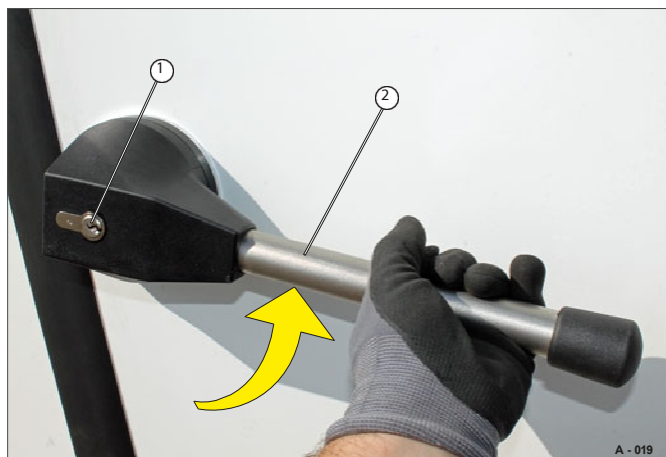

Fig. 19 Lås upp låset till vridspaken
- Dra hårt i vridspaken (Fig. 19/2) - dörrbladet kommer ut ur tätningen.
- Lås upp cylinderlåset (Fig. 19/1) med en nyckel.
- Sväng vridspaken (Fig. 19/2) till horisontellt läge. Det högra dörrbladet är olåst.